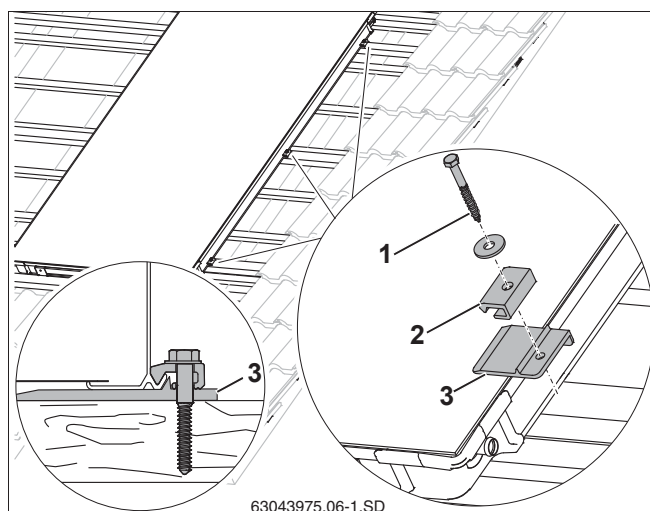

Рис. 23 Укладка и крепление первого коллектора
- ▶ Слегка приподнимите коллектор и сдвиньте вниз под коллектор правые подкладные пластины (рис. 23, **поз. 3**) на 2-ой и 3-ей дополнительных рейках, а также в середине коллектора на имеющейся рейке так, чтобы выступ уперся внизу в край коллектора.
- ▶ Для винта (рис. 23, **поз. 1**) нужно заранее просверлить отверстие сверлом 4 мм.
- ▶ Закрепите односторонний прижим (рис. 23, **поз. 2**), установив винт 6x40 (рис. 23, **поз. 1**) и подкладную шайбу (используйте ключ SW 10).